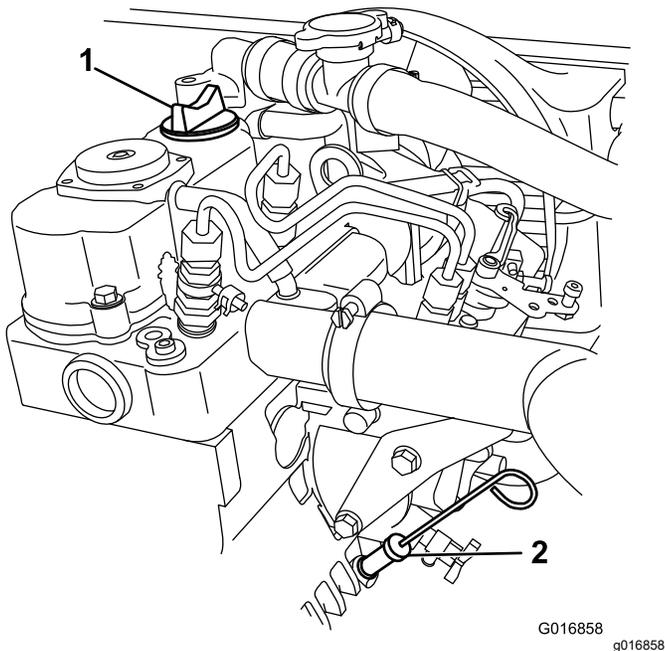

図 38
8. ディップスティックと補給口キャップの周辺をきれいに拭いてディップスティックを抜き出す(図 38)。